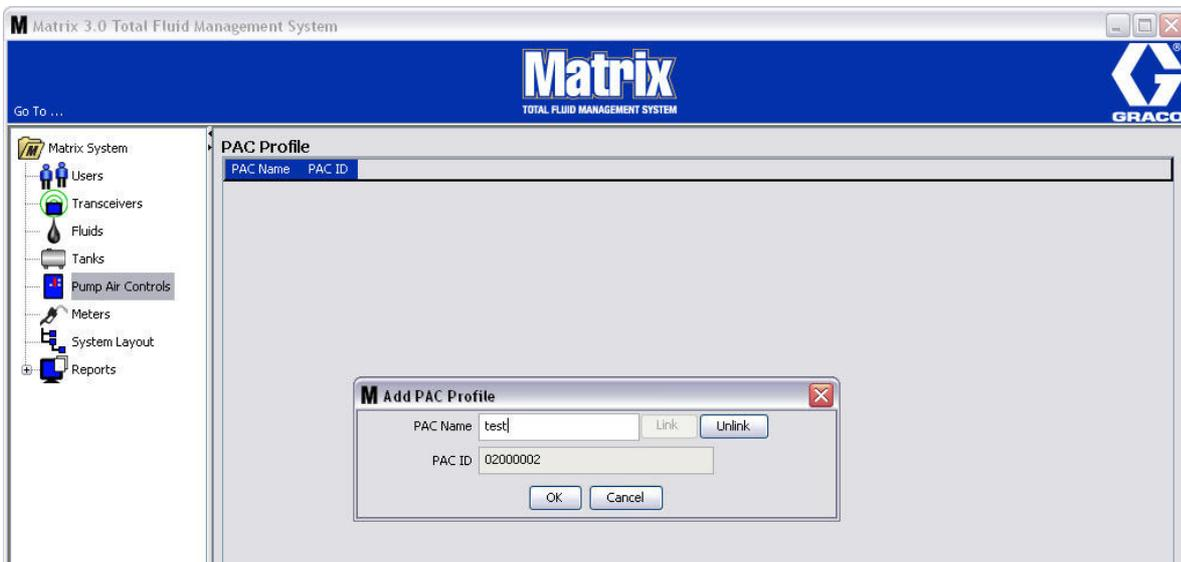

ABB. 82
- Die PLS-ID-Nummer wird im Feld „PLS-ID“ angezeigt (ABB. 82). Klicken Sie auf „OK“, um das Fenster zu schließen und die Änderungen zu speichern.
Beachten Sie, dass die Schaltfläche „Verknüpfen“ aus ABB. 82 nicht mehr aktiv ist; stattdessen ist nun die Schaltfläche „Verknüpfung aufheben“ aktiv. Das Klicken auf die Schaltfläche „Verknüpfung trennen“ hebt die Zuordnung zwischen der PLS und dem Matrix-PC auf.